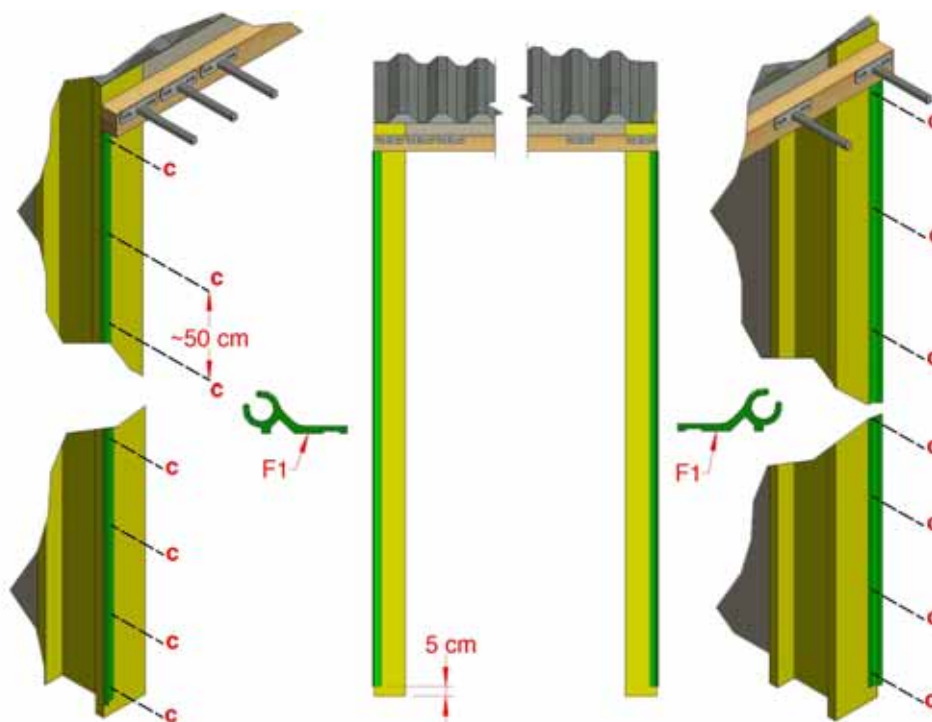

Abbildung 4: Endabdeckung Kador-Profil
2.2 Kador-Profil (F1) mit den selbstbohrenden Schrauben M4x19 (c) an den Enden des Systems befestigen, wie in Abbildung 4 gezeigt.